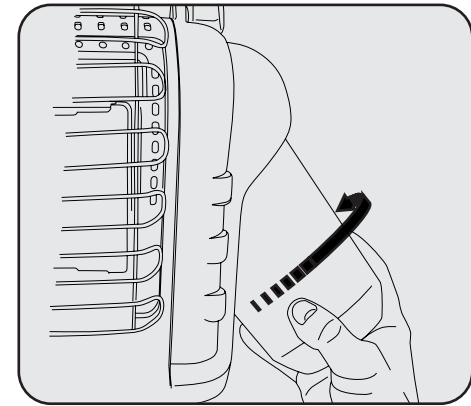

Figure 2
2. Faites pivoter le régulateur outward pour l'installation de réservoir facile. Vis 500 g le cylindre de réserves disponible du gaz de microsillon dans le sens des aiguilles d'une montre (du fond) dans le chauffage portatif jusqu'à serré-de-mains. Voir Figure 2. NE PAS utiliser du produit d'étanchéité pour filetages sur cette liaison.